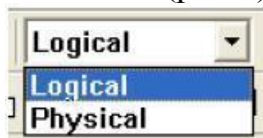

Рисунок 2.Переключение между уровнями
- Переключение между логической и физической моделями данных осуществляется через список выбора на стандартной панели (рис.2).